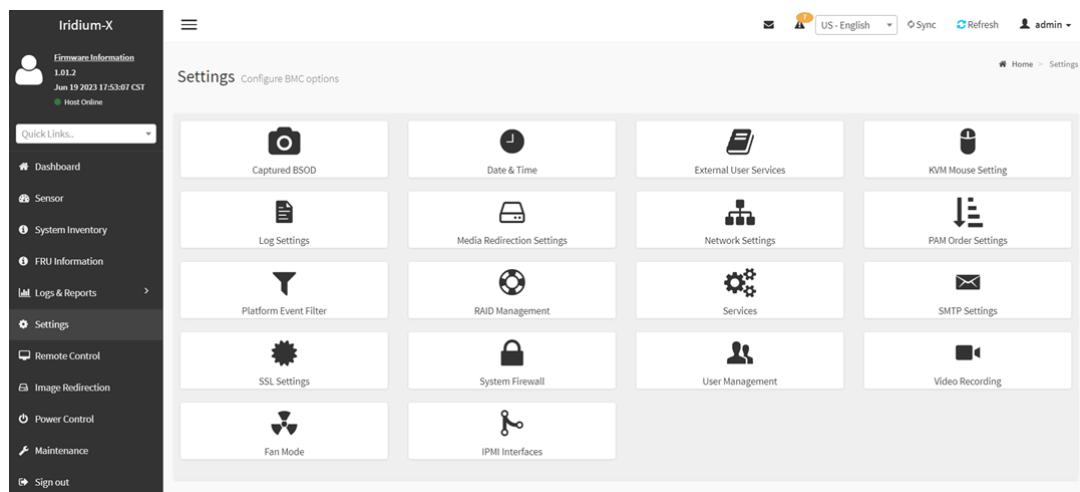

Рисунок 40 - Раздел «Settings»
- 5) Раздел «*Settings*» содержит вкладки с настройками функционала, каждая вкладка содержит в себе ознакомительную информацию или настройку (см. Рисунок 40).